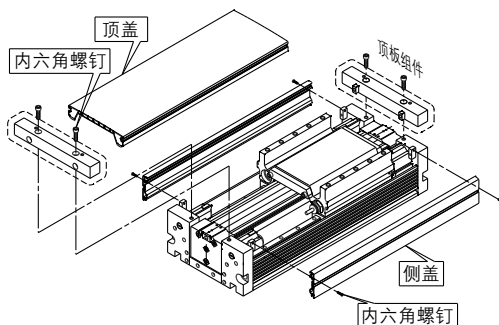

图2. 盖装拆图
- ②在①的调整中调整余量不足的情况，可以调整液压缓冲器。如图2所示取下盖子，然后松开六角螺母进行调整。